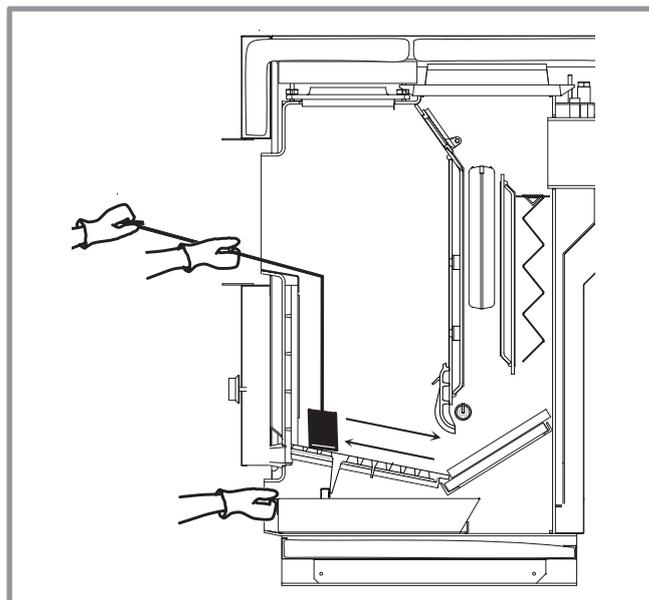

figure 18 - Décrassage de la grille
• **Tous les jours** : Décrasser la grille à l'aide de l'outil spécial (figure 18).